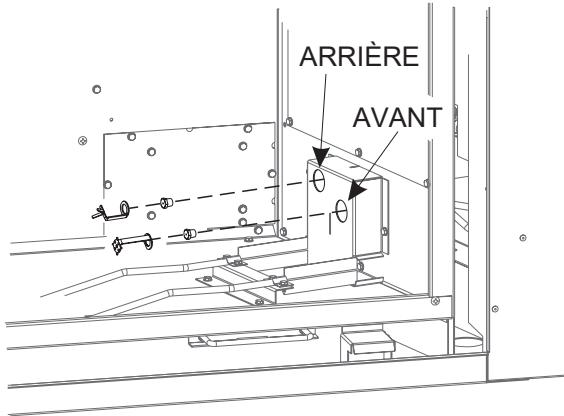

Figure 6
7. Repérer l'orifice marqué « 2,40 ». Utiliser une clé à douille longue de 7/16 de pouce pour poser l'orifice marqué « 2,40 » dans le porte-orifice arrière. Utiliser une pince à bec effilé pour visser la cible arrière dans le porte-orifice arrière. Voir Figure 6.
8. Repérer l'orifice marqué « 48 ». Utiliser une clé à douille longue de 7/16 pour poser l'orifice marqué « 48 » dans le porte-orifice avant. Utiliser une pince à bec effilé pour visser la cible avant dans le porte-orifice. **Voir Figure 6.**